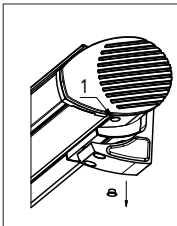

Abb. 17: den Stopfen entfernen
- » die Öse (Abb. 17) kann wieder nach unten herausgezogen werden